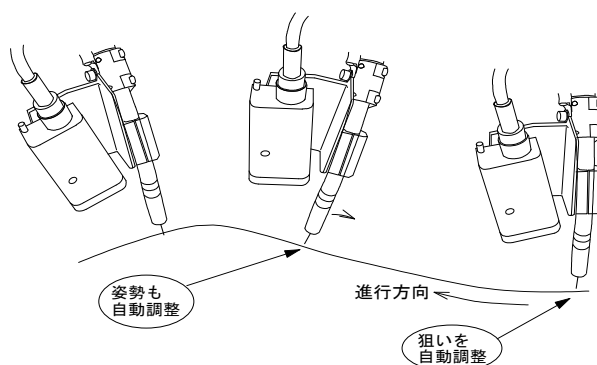

図5 6Dトラッキング
- ・トーチ姿勢 (前進・後退・狙い角) を保持しながら溶接線トラッキングが可能。(図5)